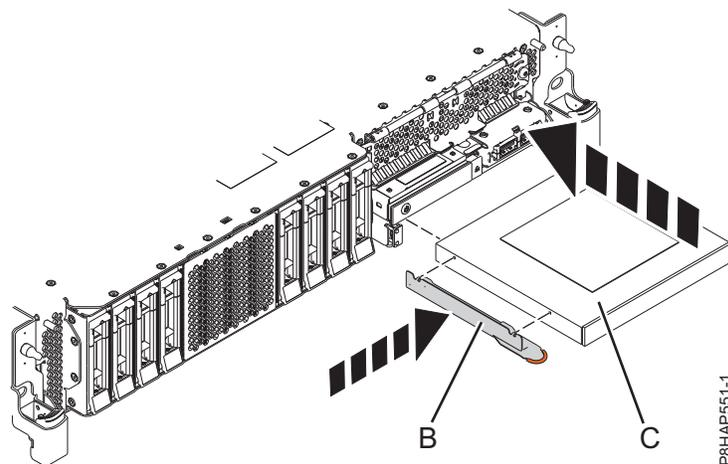
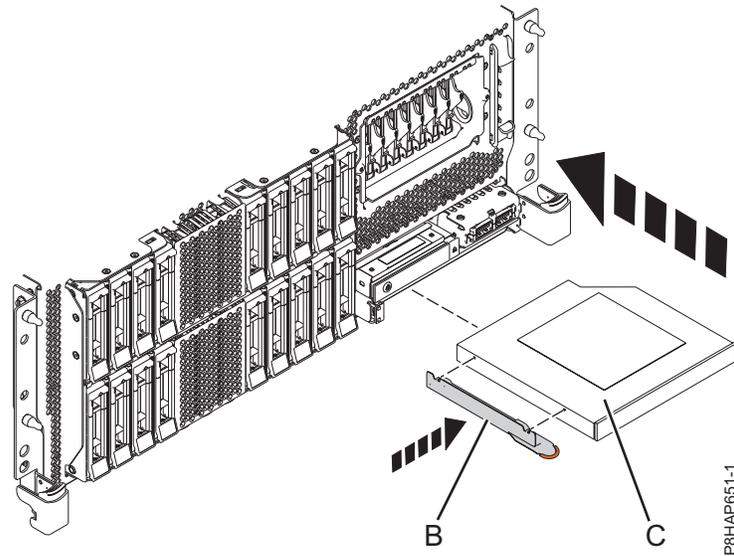
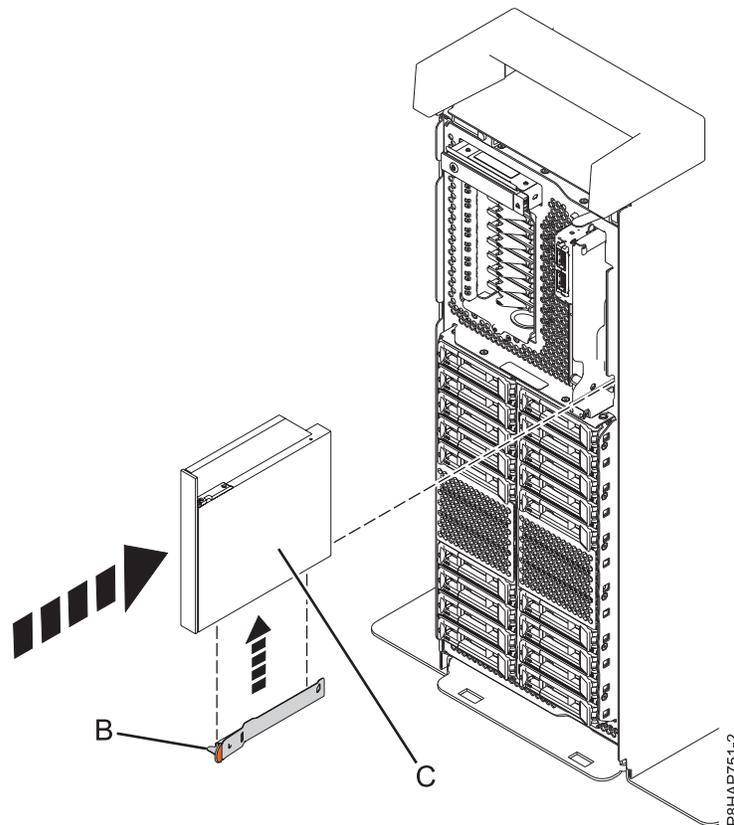

Abbildung 16. Flache Einheit für austauschbare Datenträger installieren - System 5148-21L, 5148-22L, 8247-21L, 8247-22L, 8284-21A oder 8284-22A
Abbildung 17. Flache Einheit für austauschbare Datenträger installieren - Einschubsystem 8247-42L, 8286-41A oder 8286-42A
Abbildung 18. Flache Einheit für austauschbare Datenträger installieren - eigenständiges System
5. Befestigen Sie die Halterung (**B**) an der neuen flachen Einheit für austauschbare Datenträger; siehe Darstellung in Abb. 16 bei einem System vom Typ 5148-21L, 5148-22L, 8247-21L, 8247-22L, 8284-21A oder 8284-22A, Abb. 17 auf Seite 23 bei einem System vom Typ 8247-42L, 8286-41A oder 8286-42A oder Abb. 18 auf Seite 23 bei einem eigenständigen System vom Typ 8286-41A.
Für ein System vom Typ 8284-21A oder 8284-22A gilt Abb. 16, für ein Einschubsystem vom Typ 8247-42L, 8286-41A oder 8286-42A gilt Abb. 17 auf Seite 23 und für ein eigenständiges System vom Typ 8286-41A gilt Abb. 18 auf Seite 23.